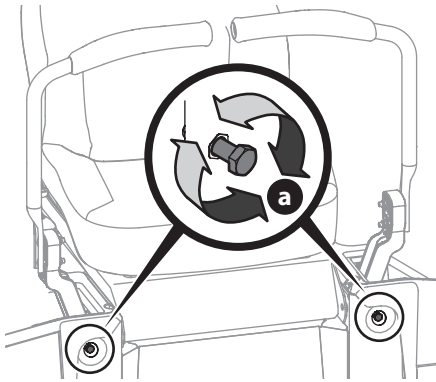

Fig. 40
2. Localisez les boulons de réglage de la butée du levier de commande de transmission des barres de conduite (a) situés à l'avant du châssis du siège (Fig. 40).
3. Pour diminuer la vitesse en marche avant, tournez les boulons de réglage de la butée du levier de commande de transmission des barres de conduite (a) dans le sens des aiguilles d'une montre. Pour augmenter la vitesse en marche avant, tournez les boulons de réglage de la butée du levier de commande de transmission des barres de conduite (a) en sens inverse des aiguilles d'une montre. Tournez les boulons de réglage de la butée du levier de commande de transmission des barres de conduite (a) dans la direction requise de 1/4 tours à la fois. Après avoir tourné les boulons de réglage de la butée du levier de commande de transmission des barres de conduite (a), vérifiez le réglage en conduisant le tracteur (Fig. 40).